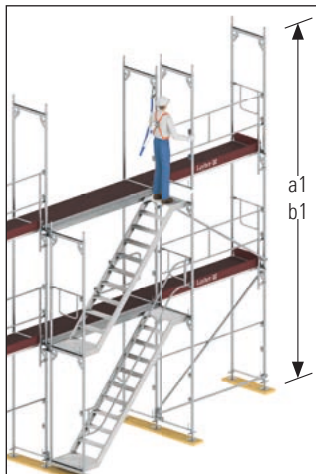

Bild 16: Anschlag über Kopf
- a1) Anschlag über Kopf: mindestens 5,25 m (Bild 16)
- b1) Anschlag über Kopf: mindestens 4,75 m (Bild 16)